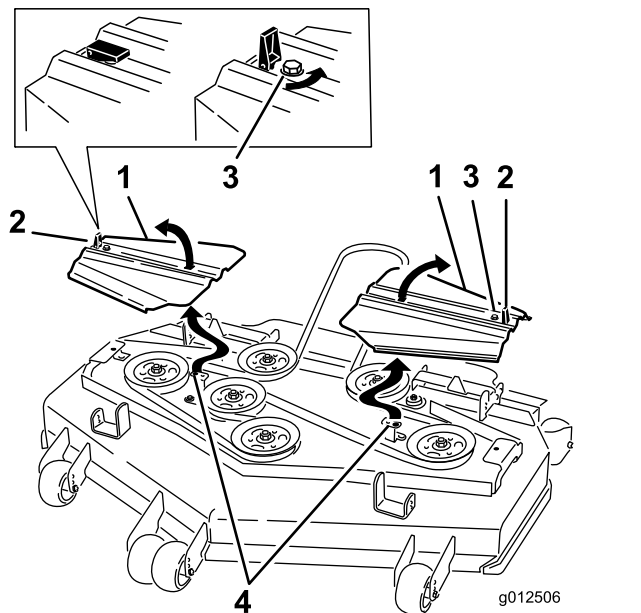

Figura 90
14. Montate i copricinghia inserendo le linguette nelle fessure. Montate il coperchio e chiudete i fermi (Figura 90).